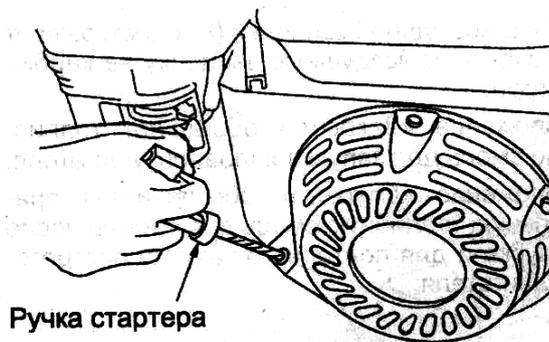

Рисунок 2.7 – Ручной стартер
5. **Ручной стартер.** Вытягивание шнура стартера запускает двигатель (рис. 2.7)